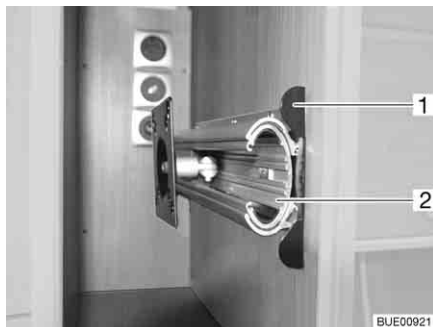

Bild 55 Fäste i TV-skåp
- Tryck in låslisten (Bild 55,1).
- Drag ut utdragsanordningen (Bild 55,2) till stoppläget.
- Skjut in utdragsanordningen (Bild 55,2), tills låslisten (Bild 55,1) hakar i.